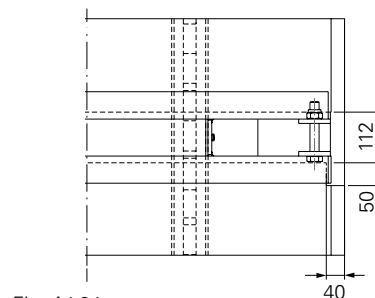

Fig. A1.04c
4. A partire dal punto 4, procedere come descritto per VT 20. In aggiunta: in corrispondenza del punto sinistro di fissaggio della tavola fermapiEDE, intagliare l'impalcato di 40 x 50 mm. (Fig. A1.04c)